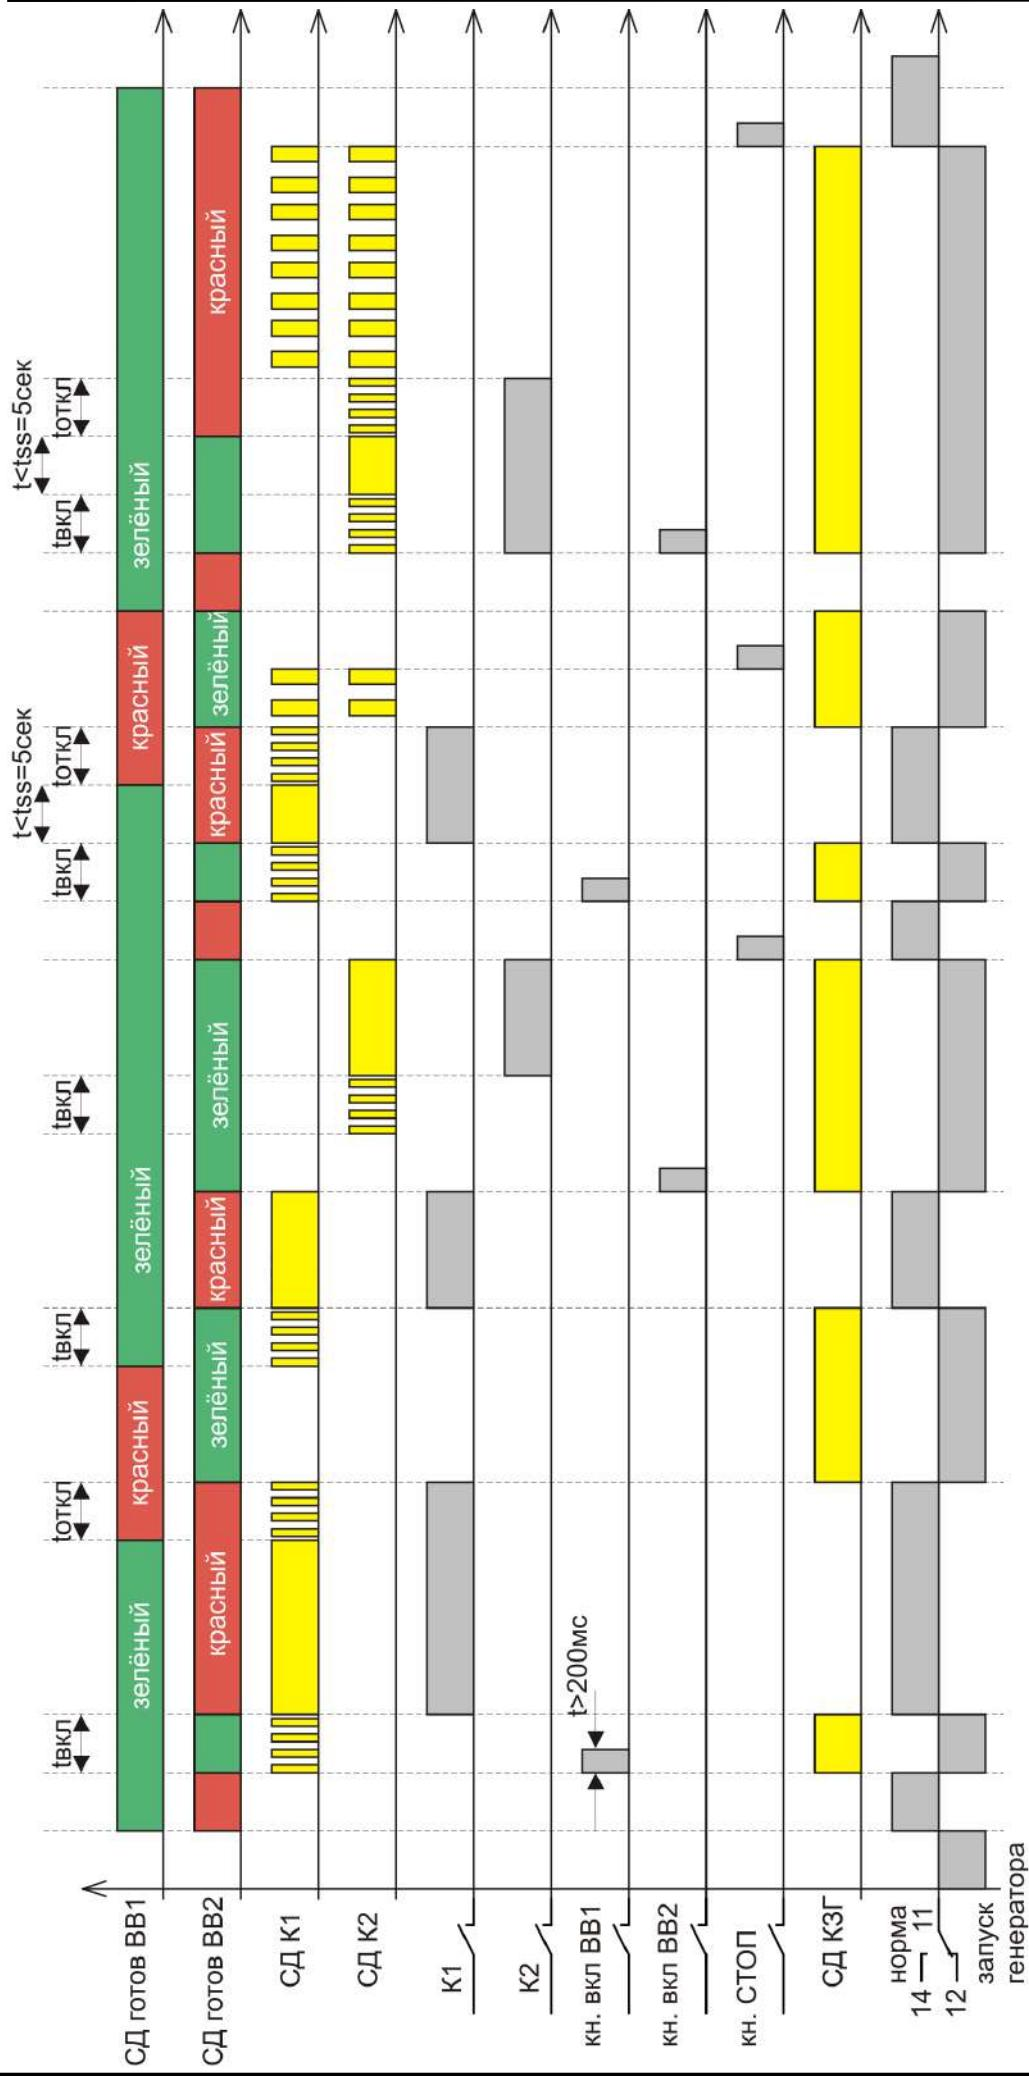

Рис. 12 Режим ручного управления - ВВОД2 ГЕНЕРАТОР
**Ручной режим работы «ВВОД1 или ВВОД2» - ВВОД2-ГЕНЕРАТОР (диаграмма рис. 12):**